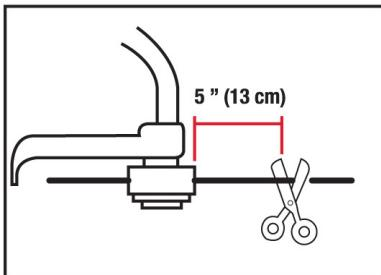

Fig. 4A
**NOTA:** Para minimizar la carga del motor durante la puesta en marcha y el calentamiento, reducir el exceso del hilo de corte a 13 cm. (Fig. 4A)
9. Recortar el exceso de hilo hasta aproximadamente unos 13 cm. Esto minimizará la carga del motor durante la puesta en marcha y el calentamiento. (Fig. 4A).